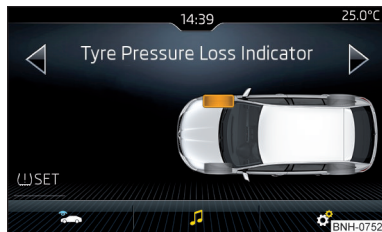

Fig. 218
- Pulsar la superficie funcional **[SET]** » fig. 218.
En caso de los testigos de control iluminados **[!]** en el cuadro de instrumentos pueden mostrarse en el Infotainment los neumáticos afectados » fig. 218.